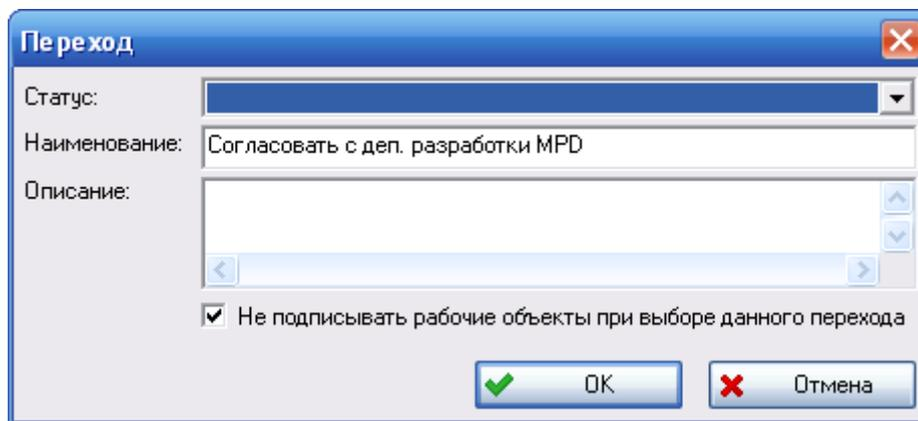

Рис. 2-13. Создание нового перехода
3. В диалоговом окне **Переход** введите необходимые параметры (рис. 2-13).
На рис. 2-13 приведен пример создания перехода от действия, которое не приводит к присвоению задаче обслуживания статуса «Утверждено».